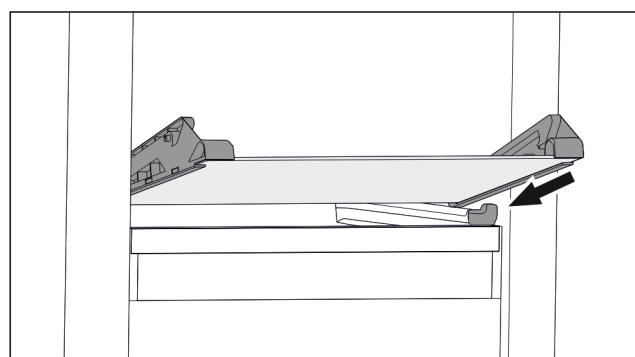

Fig. 73 Placa de sticlă a sertarului înclinabil
- Așezați placa de sticlă oblic în spatele opritoarelor. (vezi Fig. 73)